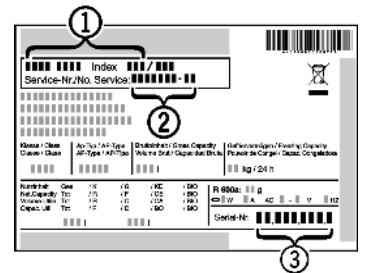

Fig. 12
- ▶ Обратитесь в сервисную службу и сообщите вид неисправности, наименование устройства *Fig. 12 (1)*, сервисный № *Fig. 12 (2)* и серийный № *Fig. 12 (3)*.